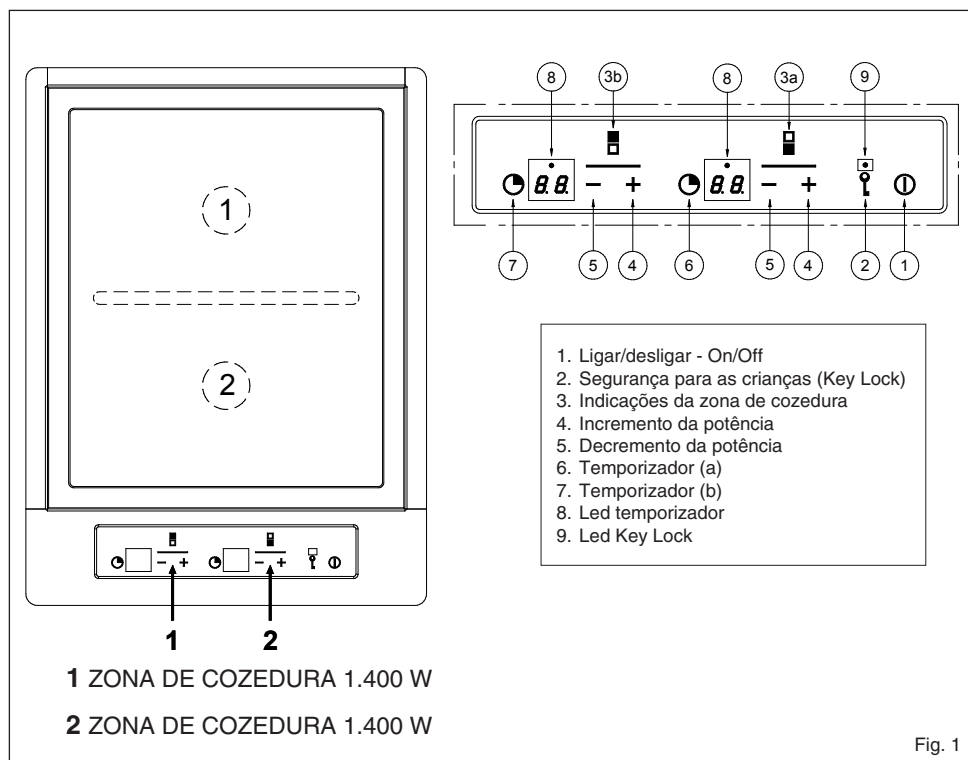

Fig. 1
Os níveis de cozedura e de potência das zonas de cozedura são visualizados através de um ecrã (pos. 8 Fig. 1).